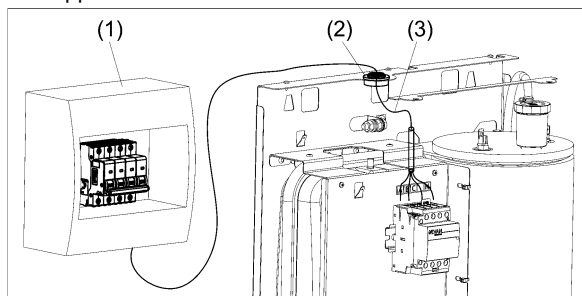

Рисунок 6. Подключение прибора к электросети
**6.2.3** Подключение прибора к электрической сети осуществляется только через внешний автоматический выключатель **QF** (см. рис. 6) с номинальным током ( $I_n$ ) указанным в таблице 2.
(1) Выполните монтаж автоматического выключателя QF в непосредственной близости от прибора и доступным для визуального обзора месте (см. рис. 6);
(2) Установите сальник входящий в комплект поставки в верхнюю часть корпуса прибора;
(3) Выполните монтаж силового кабеля от автоматического выключателя QF к клеммным колодкам через установленный сальник.